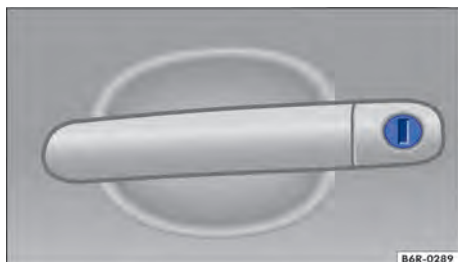

Fig. 47 Manilla de la puerta del conductor con bombín de cierre.
- Introducir la varilla de la llave en el bombín de cierre y destrabar o trabar el vehículo → fig. 47. <